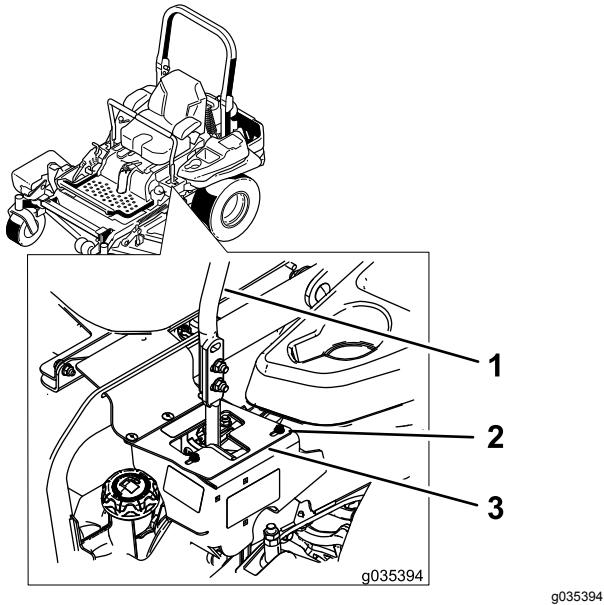

Figura 71
- Si la máquina se desvía hacia la derecha, afloje los pernos y ajuste la chapa del tope izquierdo hacia atrás en la ranura en T de la izquierda hasta que la máquina avance en línea recta (Figura 71).
- Si la máquina se desvía hacia la izquierda, afloje los pernos y ajuste la chapa del tope derecho hacia atrás en la ranura en T de la derecha hasta que la máquina avance en línea recta (Figura 71).
- Apriete la chapa del tope (Figura 71).